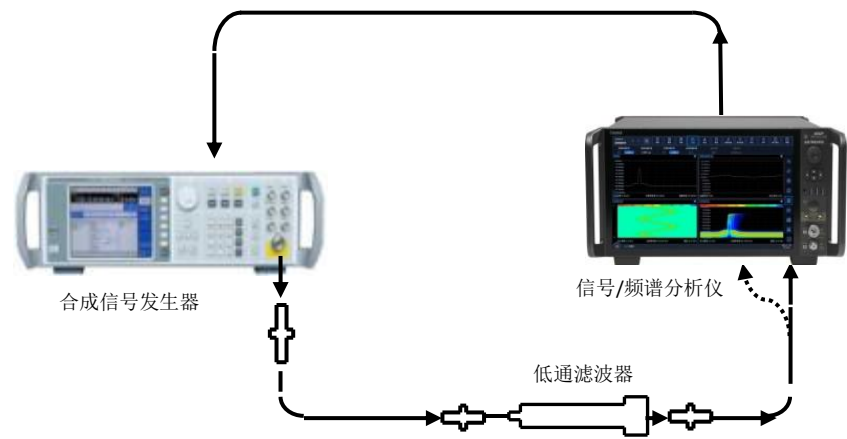

图 7.25 二次谐波失真测试示意图
- 用 150MHz 低通滤波器和 BNC 电缆如图 7.25 连接仪器。复位 4082，由 4082 为合成信号发生器提供频率参考，滤波器输出连接到 4082 的射频输入 1 端口；
- 如图 7.25 连接仪器,使用 1.2GHz 低通滤波器;
- 如图 7.25 连接仪器,使用 2.6GHz 低通滤波器;
- 如图 7.25 连接仪器,使用 4GHz 带通滤波器;
- 1) 如图 7.25 连接仪器,使用 9GHz 带通滤波器;
5) 如图 7.25 连接仪器, 使用 13GHz 带通滤波器;
9) 如图 7.25 连接仪器, 使用 16GHz 带通滤波器;
13) 如图 7.25 连接仪器, 使用 25GHz 带通滤波器。
1) 如图 7.25 的虚线指示连接仪器, 使用 38GHz 带通滤波器, 将低通滤波器的输出连接到 4082 的射频输入 2 端口。
1) 如图 7.25 的虚线指示连接仪器, 使用 48GHz 带通滤波器, 将低通